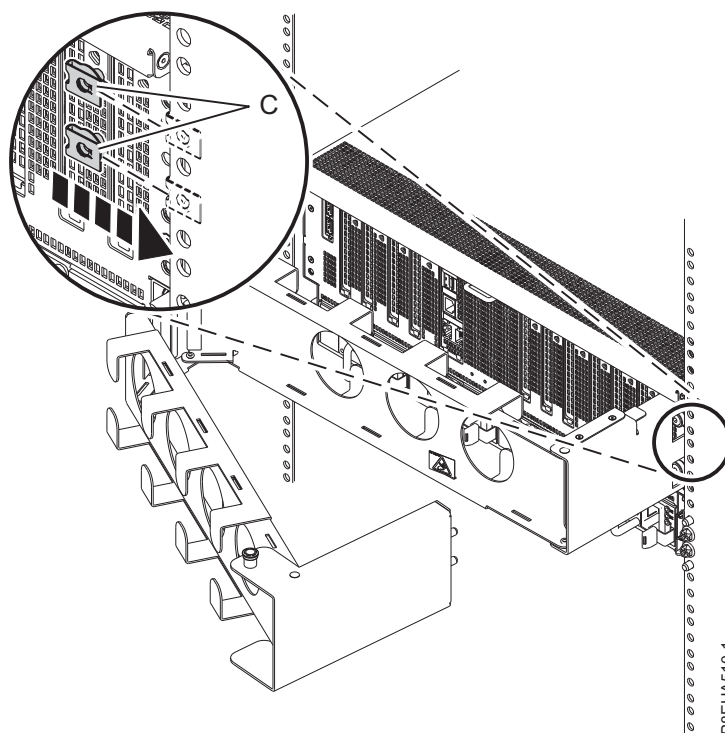

Figura 18. Conectando as presilhas de encaixe ao trilho do rack
2. Arraste a gaveta do sistema para frente para que você possa acessar o quadro. Conecte as presilhas de encaixe (C) ao trilho do rack no local em que está conectando a placa externa ao trilho, conforme mostrado em Figura 18.